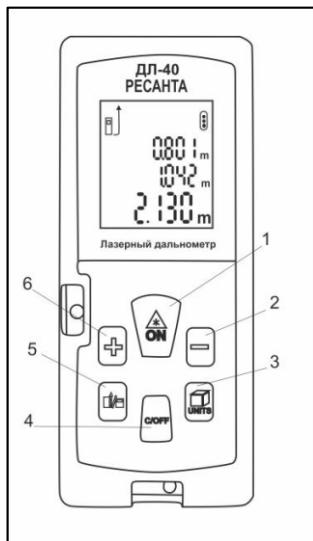

Рис. 1 Дальномер
По умолчанию измерения ведутся от задней кромки устройства. Для изменения точки начала измерений нажмите кнопку №5 (Рис. 1).
Для удаления с экрана отображаемого измерения нажмите кнопку №4 (Рис. 1).
По умолчанию измерения ведутся в метрах. Вы можете изменить единицы измерения путем длительного нажатия на кнопку №3 (Рис. 1).
3. Включите устройство, нажав на кнопку №4 (Рис. 1).
При включенном устройстве нажмите кнопку №1 (Рис.1) для проведения измерения расстояния до точки. Измеренное расстояние отобразится на дисплее.
Нажмите и удерживайте кнопку №1 (Рис. 1), для включения режима
Нажмите кнопку №3 (Рис.1) для изменения режима вычисления. Выберите нужный режим исходя из пиктограммы на дисплее.
- 1) Результаты измерений сохраняются автоматически. Для просмотра сохраненных измерений нажмите и удерживайте кнопку №5 (Рис. 1) до появления соответствующей пиктограммы на дисплее.